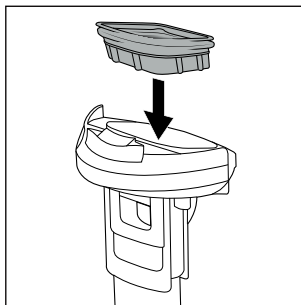

Rys. 26
- ♦ W razie potrzeby wyczyść miejsce zamocowania zbiornika na brudną wodę 2 w urządzeniu, używając do tego wilgotnej szmatki lub chusteczki (patrz rys. 26).